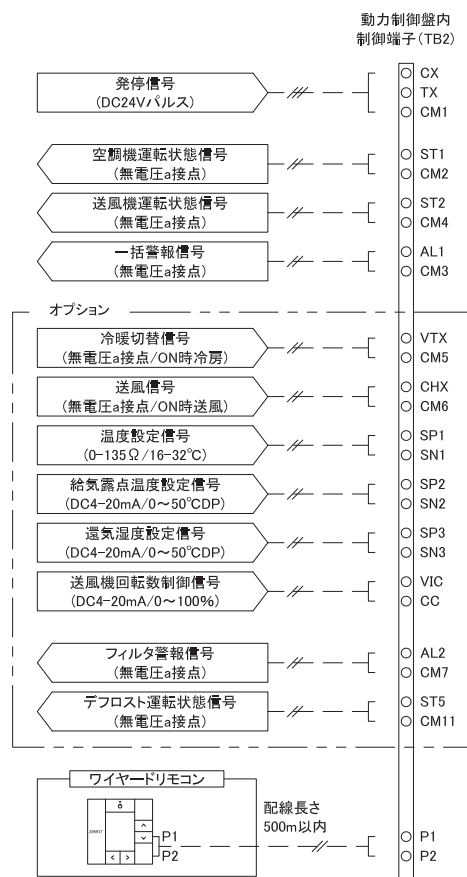

図3-13 入出力仕様例
- ・ 遠方信号の入出力仕様の一例を図3-13に示します。入出力内容は仕様により異なりますので、納入仕様書をご参照ください。